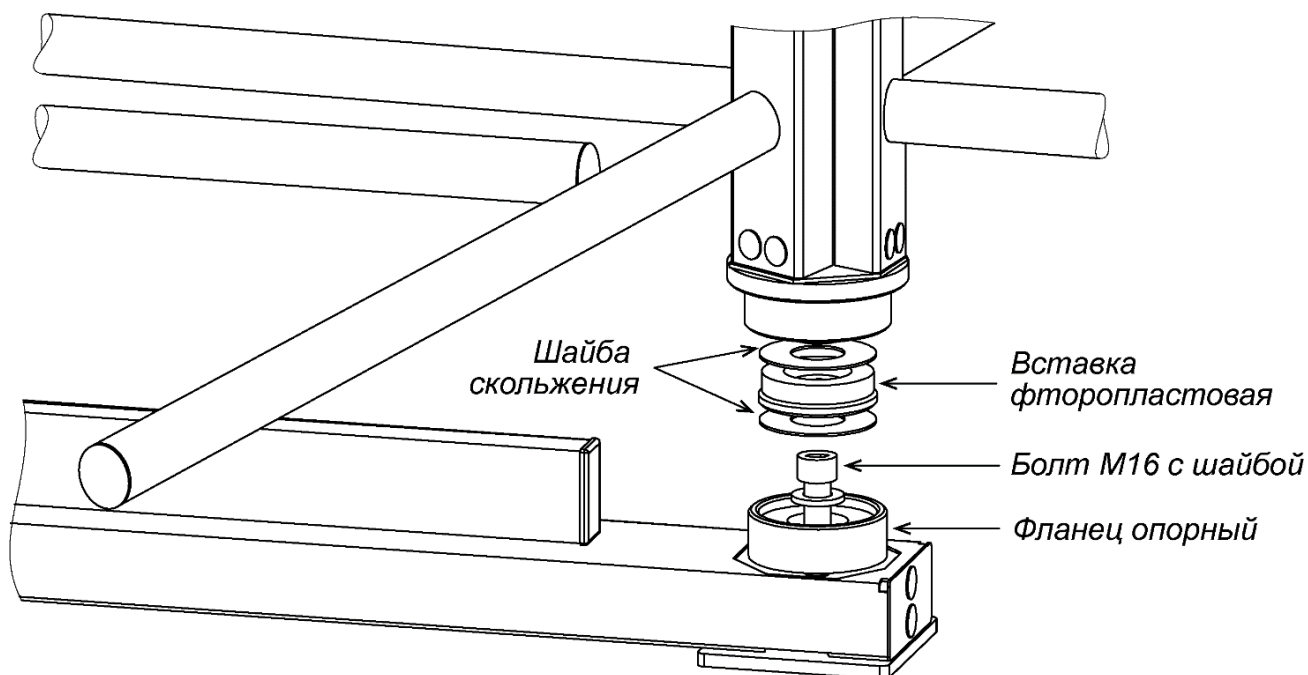
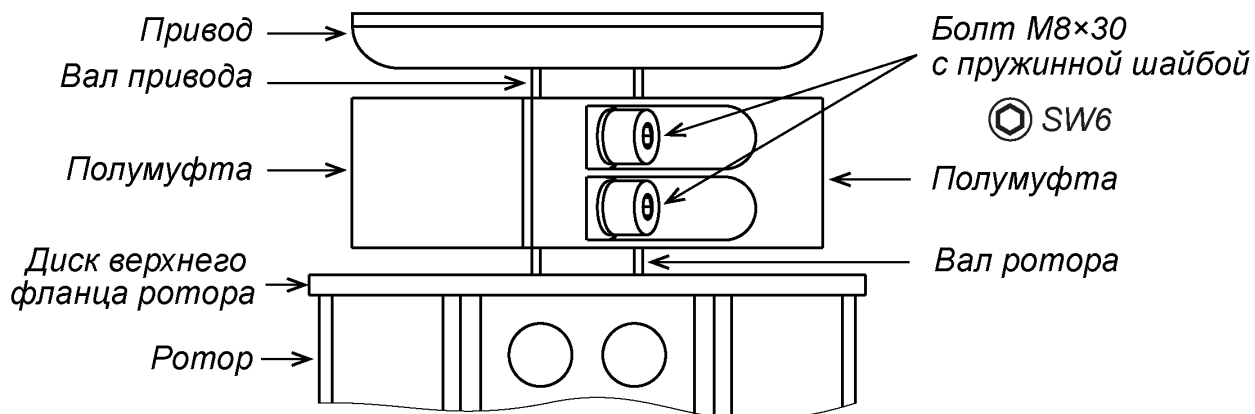

Рисунок 16. Нижний узел вращения ротора (3)
Рисунок 17. Муфтовое соединение (4) вала привода исполнительного механизма с валом ротора (1)
- В место установки нижнего узла вращения ротора вставьте фланец опорный узла вращения (см. рис. 16). Закрепите его и стойку с преграждающими планками на установочной поверхности анкерным болтом М16.
12. Распакуйте балку привода (8) с крышкой (9) (ящик №1).
13. Произведите монтаж балки привода (8) (работайте вдвоем!):
- Снимите крышку (9) с балки привода (см. разд. 6).
- Соберите нижний узел вращения (3) ротора в стойке с преграждающими планками (5) (см. рис. 16). Две шайбы скольжения и находящаяся между ними фторопластовая вставка должны лежать в узле без перекосов, опираясь на всю опорную поверхность, симметрично относительно оси ротора (верхняя шайба скольжения приклеена к валу ротора). При этом гладкие поверхности шайб скольжения должны быть ориентированы на вставку. Допускается применение на поверхностях скольжения смазки типа ШРУС-4.
- Установите секцию ротора с элементами крепления в нижний узел вращения (3): заведите ее с небольшим наклоном цилиндрическим хвостовиком в узел вращения и затем переведите секцию в вертикальное положение.
- Соедините верхний вал ротора с валом привода исполнительного механизма двумя полумуфтами и четырьмя болтами М8×30 с пружинными шайбами (ключ SW6) (см. рис. 17). Будьте осторожны, полумуфты имеют большой вес, не допускайте их падения во избежание травм!